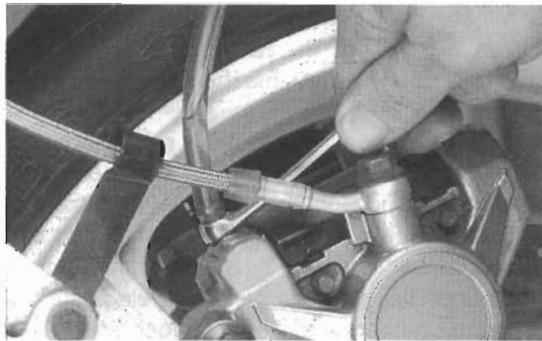

Bild 45
- Deckel des Bremsflüssigkeitsbehälters samt Membran entfernen und passenden, durchsichtigen Schlauch, der in Auffanggefäß endet, über Entlüftungsventil am Kupplungs- bzw. Bremszylinder stülpen (Bild 45).